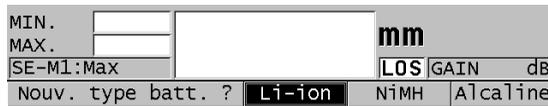

Figure 2-5 Sélection du nouveau type de piles
14. Pour répondre à la question qui s'affiche dans la partie inférieure de l'écran (voir la Figure 2-5 à la page 45) :